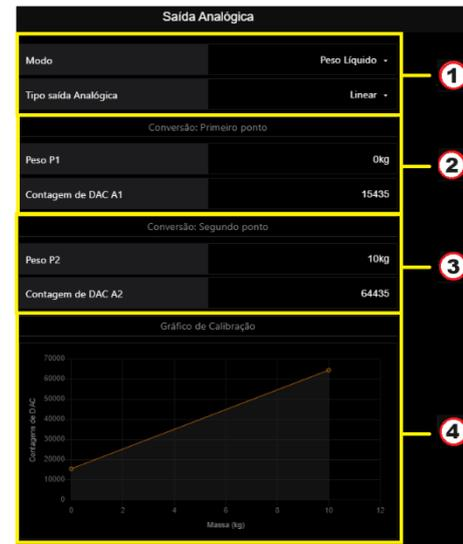

Figura 59 – Página de configuração de Saída Analógica via Alfa Web Monitor
No item 1, destacado na Figura 59 (Figura 59), é possível escolher entre a operação do indicador com a balança em modo de peso bruto/líquido e o comportamento de saída aceitando ou ignorando os valores de peso negativo (modo linear e modo espelhado).